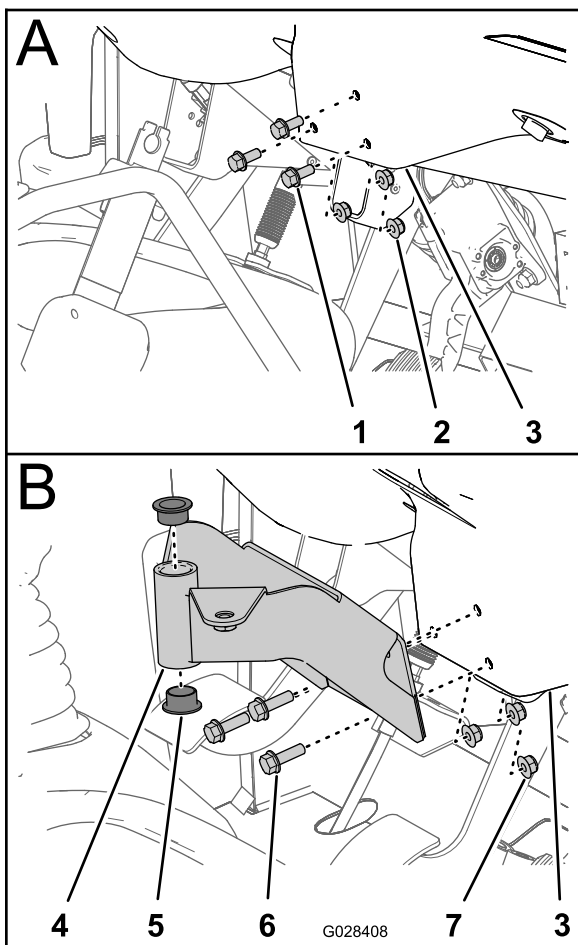

Figura 17
1. Retire os três parafusos e as três porcas que prendem a parte central inferior do painel de instrumentos ao suporte de apoio do painel (Figura 17).
2. Alinhe os furos no suporte de montagem da consola de controlo com os furos no tablier e suporte de apoio (Figura 17).
4. Aperte os parafusos e porcas com uma força de (Figura 17).
5. Insira os dois casquilhos plásticos no suporte de montagem (Figura 17).